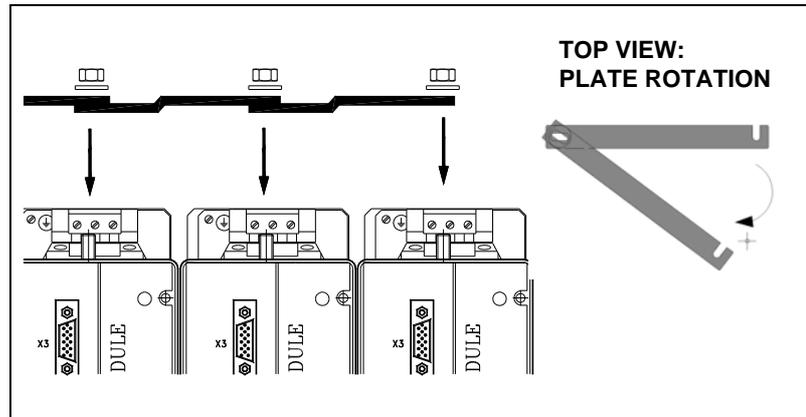

FIGURA H7-11
- C.** Girar la pletina del regulador afectado y del que está situado a su izquierda Véase **FIGURA H7-11**.